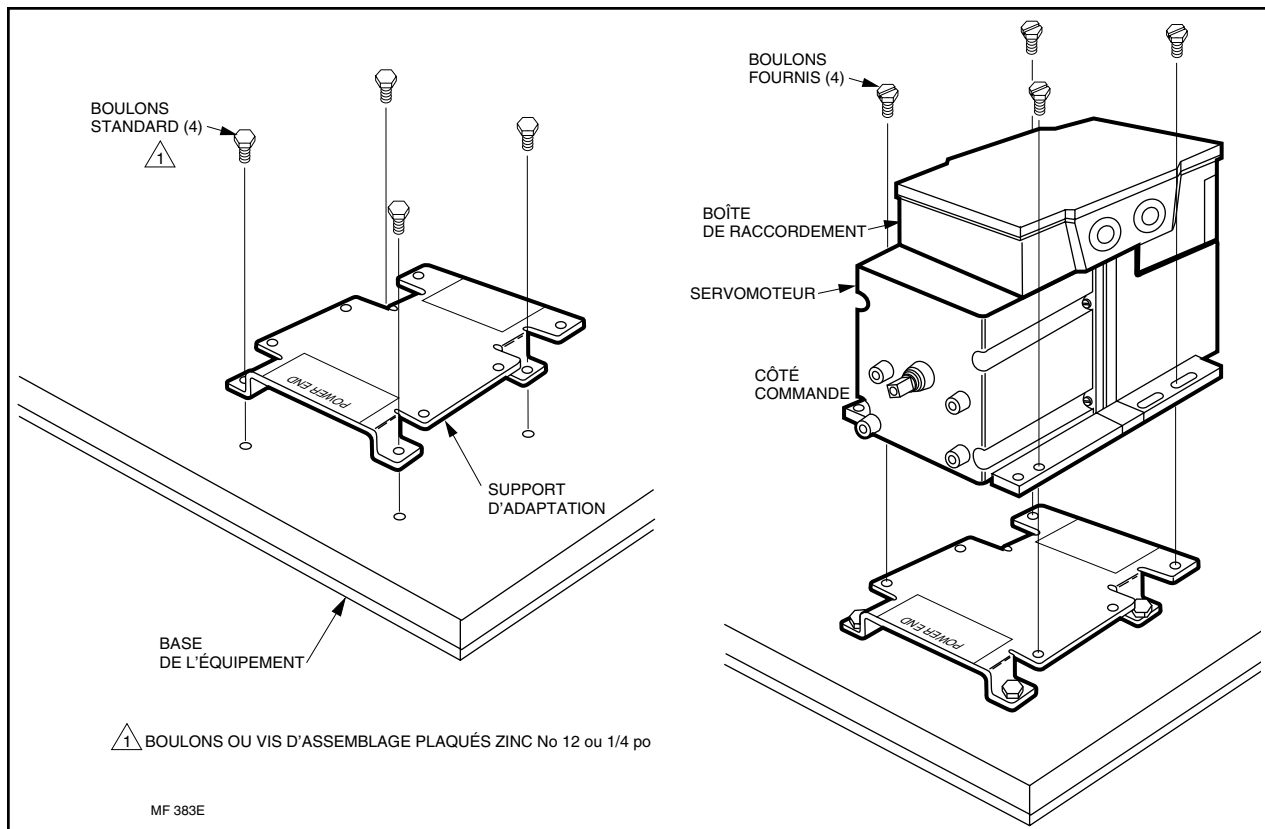

FIG. 3—INSTALLATION DU SERVOMOTEUR À L'AIDE D'UN SUPPORT.
2. Fixer le servomoteur au support en insérant les boulons fournis dans les ouvertures filetées du support. Voir Fig. 3.